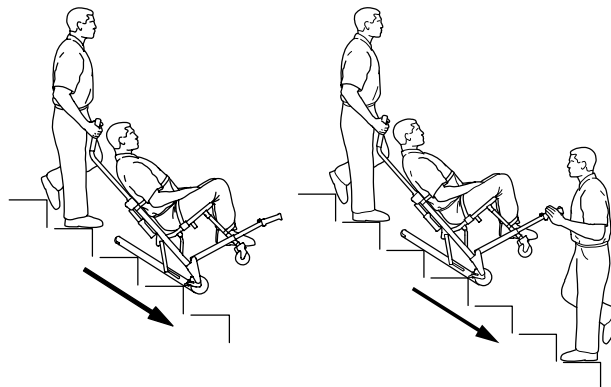

Rysunek 9 – Odchyl krzesło
6. Operator po stronie głowy pacjenta: Odchyl krzesło do tyłu, tak żeby umożliwić zetknięcie systemu **Stair-TREAD** z podłogą (Rysunek 9).